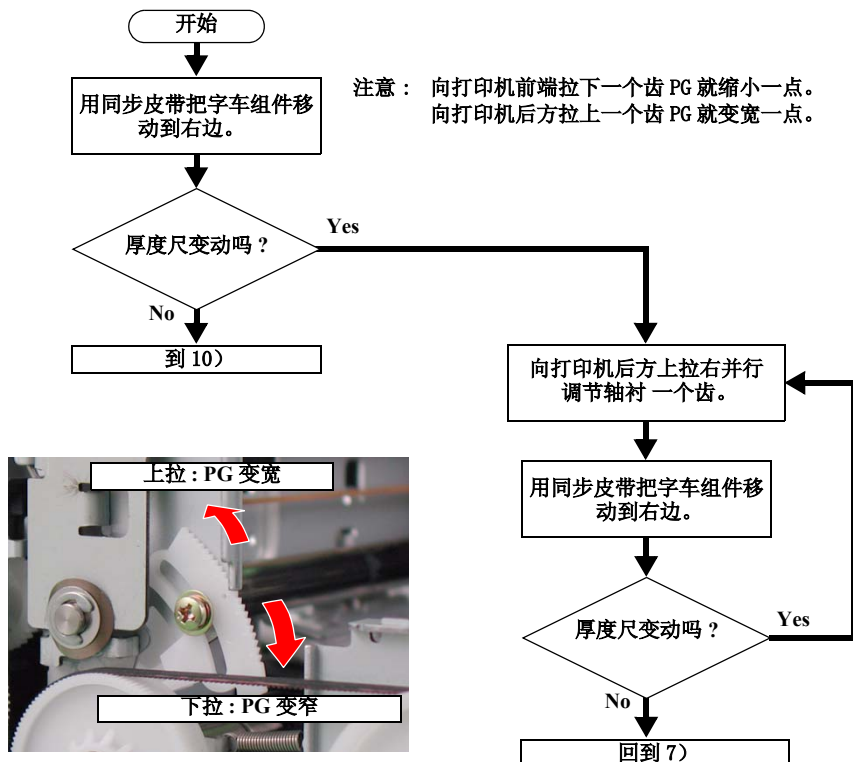

图 3-11. PG 检查 (1)
9. 完成了右侧 PG 调整后，再把字车移到左边，按照图 3-11 流程图检查 PG。